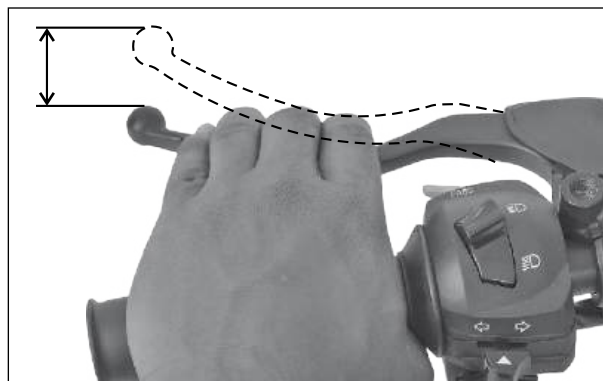

Fig. 2.29
- Meça a folga livre na extremidade da alavanca da embreagem, conforme mostrado na figura, antes que a embreagem comece a desengatar. (Fig. 2.29)